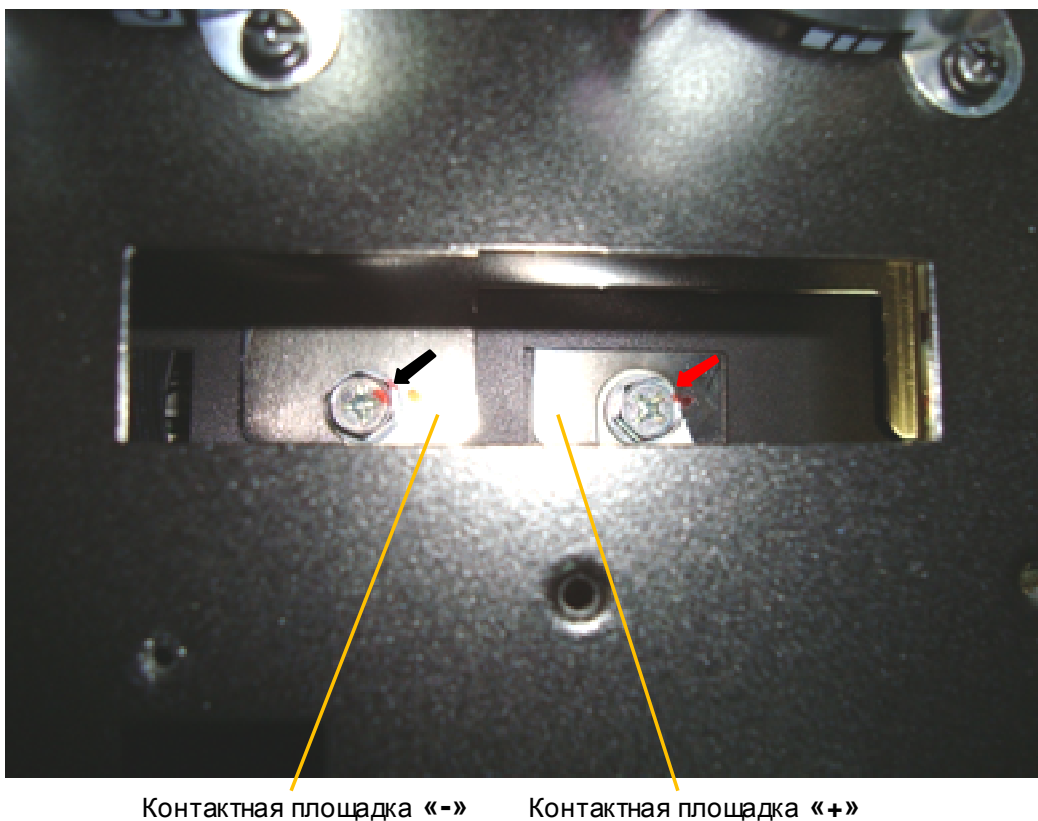

Рис. 7.16
15. прикрутить наконечники (красные) силового провода «+» и силовой перемычки от силового предохранителя к соответствующей контактной площадке шины «+» внутри блока конденсаторов (рис. 7.16, красная стрелка);
16. прикрутить наконечник (черный) силового провода «-» к соответствующей контактной площадке шины «-» внутри блока конденсаторов (рис. 7.16, черная стрелка);